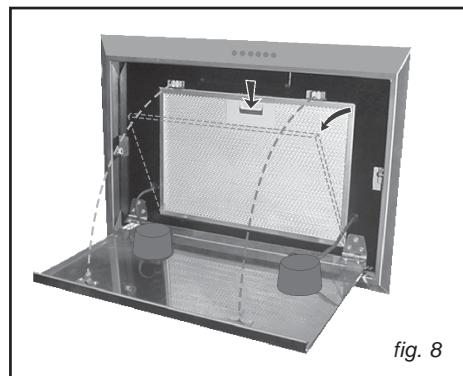

fig. 8
• Démontage du filtre à graisse (fig. 8)
Ouvrir le panneau métallique en le faisant tourner vers l'extérieur (Fig.8) ; enlever le filtre à graisse en poussant l'arrêt et en le faisant tourner vers l'extérieur (Fig. 8).